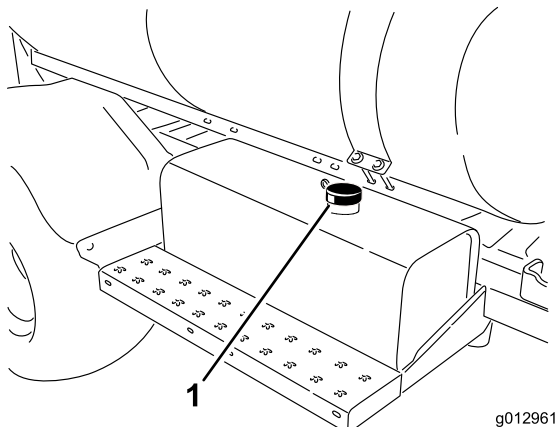

図 56
3. 油圧オイルタンクの注油口周辺をきれいに拭き、キャップを外す（図 56）。